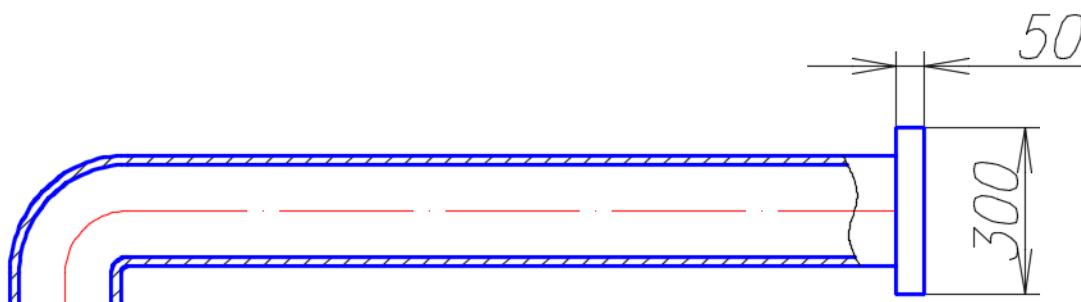

Рис. 118. Чертеж патрубка для поступления воды
7.6. Выполнить фланец патрубка (см. рис. 118):